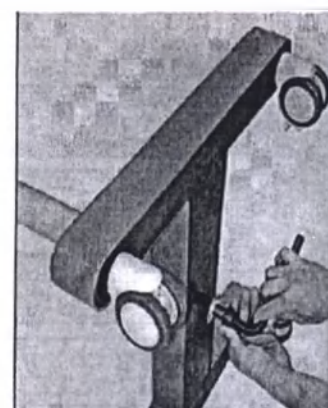

Рисунок 17
3. Для закрепления стойки штатива используйте специальный монтажный ключ (Рисунок 17).